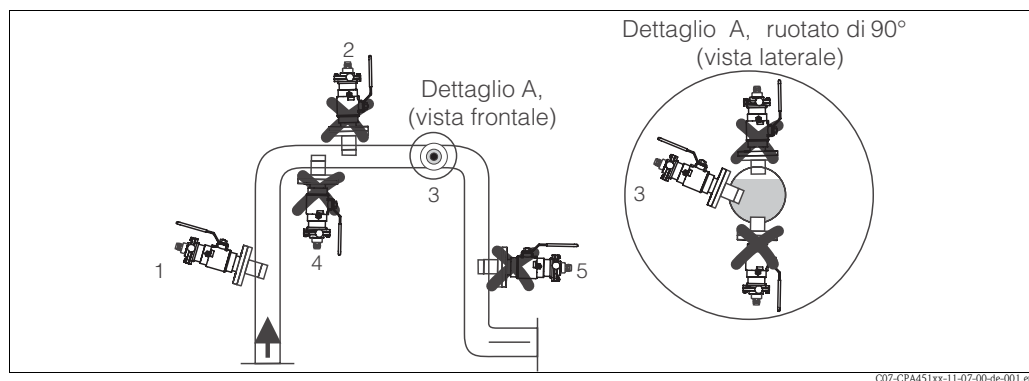

Fig. 6: Posizioni di installazione del sensore consentite e non consentite
- Non installare l'armatura dove possono formarsi schiuma o cuscinetti d'aria o dove le particelle sospese possono posarsi sull'ottica del sensore (Fig. 6).